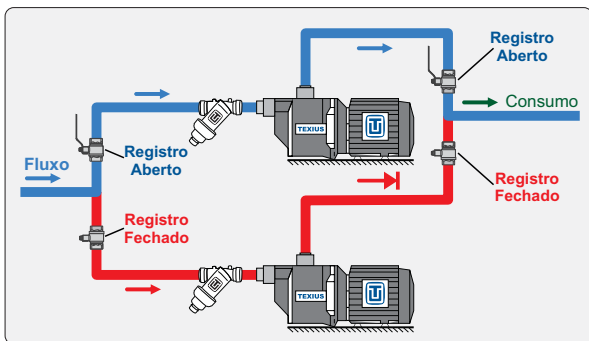

Figura 2
8.19 Recomenda-se a instalação de duas bombas em paralelo, uma em operação e a outra reserva nas instalações onde o fornecimento de água não possa ser interrompido (ver figura 2).